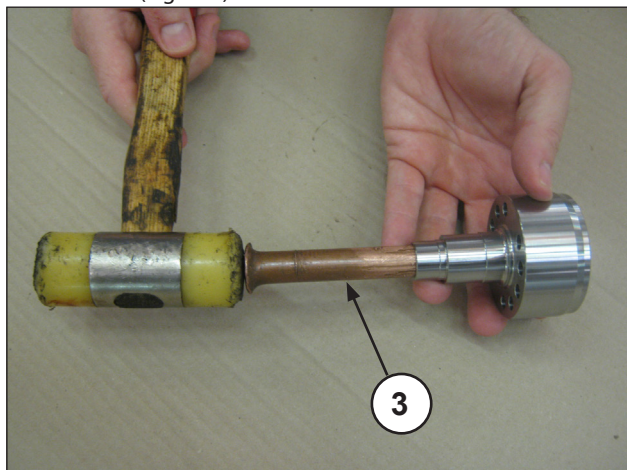
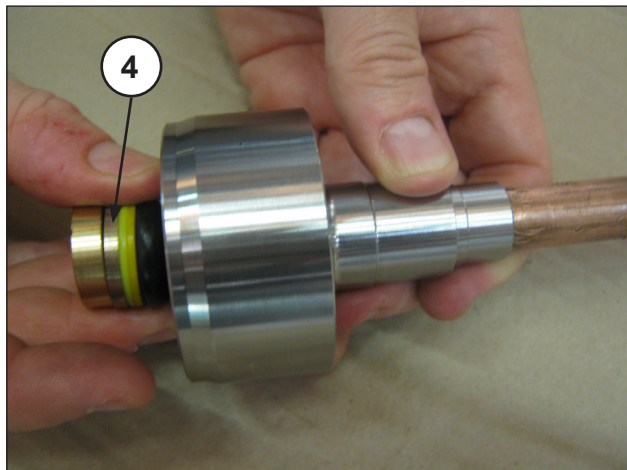
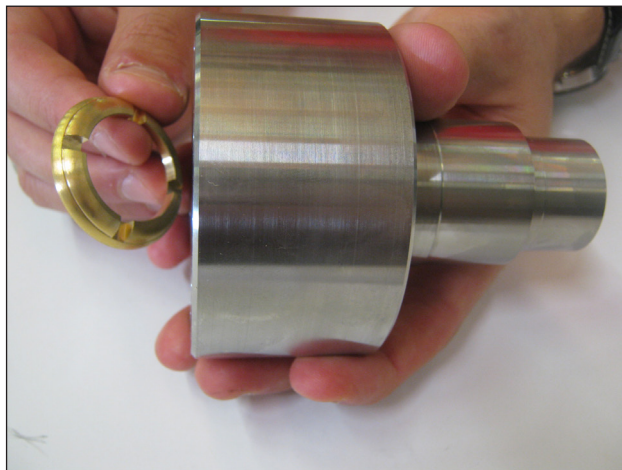

Fig. 128
Fig. 129
Fig. 130
- Con el soporte de las juntas HP desmontado y utilizando la clavija adecuada (pos. ③ Fig. 128), extraer el paquete HP (alta presión) (pos. ④ Fig. 129) y, por último, la anillo de cabecera (Fig. 130).
Sustituir el paquete HP (Fig. 129, pos. ④) cada vez que se realicen operaciones de desmontaje.